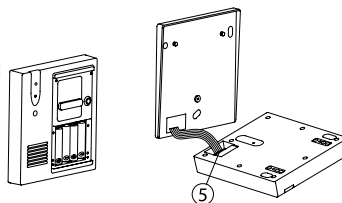

Afbeelding 4
- Neem de boorgaten over op de muur zoals in afbeelding 4 is aangegeven, en monteer de wandplaat tegen de muur. U kunt hierbij gebruik maken van de bijgeleverde schroeven en pluggen (indien noodzakelijk).